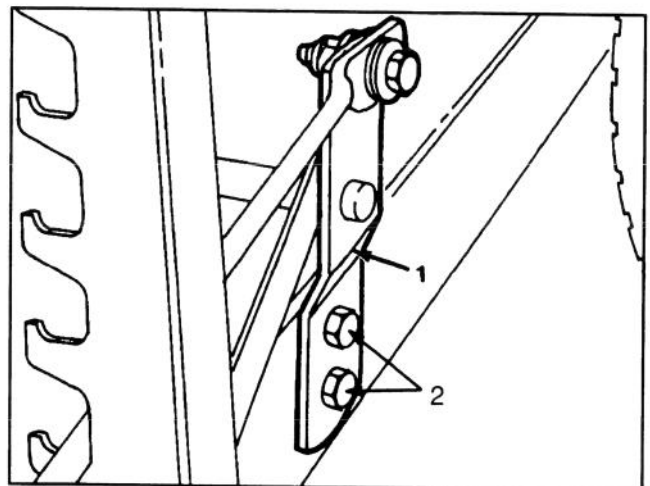

Figure 30
5. Si la hauteur de la pointe de la lame dépasse les 3 mm, mettre l'unité de coupe de niveau en desserrant les boulons à tête de la patte de soutien de hauteur de coupe et en montant ou en abaissant la patte (Fig. 30).